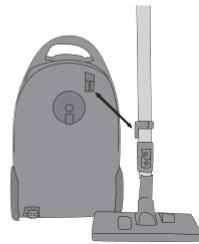

Figure 10 Rangement de l'aspirateur
3. Placez l'aspirateur debout. À l'arrière de l'aspirateur, à côté de la roue avant, se trouve l'encoche de fixation pour le support à accessoire, voir la figure 10. Enfoncez le bas du support à accessoire dans l'encoche. Ceci vous permet de ranger l'aspirateur et de le ressortir rapidement, sans avoir besoin de démonter les composants.